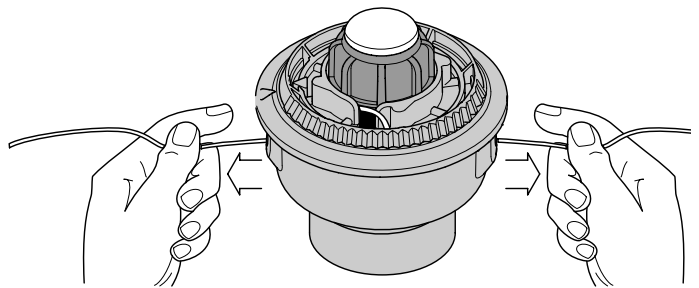

Fig. 17
9. Si el bobinado de la línea se torna dificultoso o la línea se enreda, tire de los extremos de la línea de la bobina. Continúe bobinando el carrete interior en sentido antihorario (Fig. 17).
Si el SpeedSpool® no suelta línea en forma correcta, tire firmemente de los extremos de la línea de la bobina (Fig. 17). Si al hacer esto la línea no se suelta, siga las instrucciones de *limpieza del SpeedSpool®* a continuación.